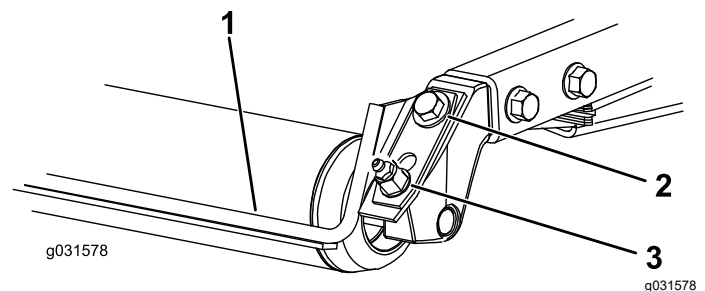

Figura 8
1. Allentate il raccordo d'ingrassaggio e la vite di montaggio (Figura 8).